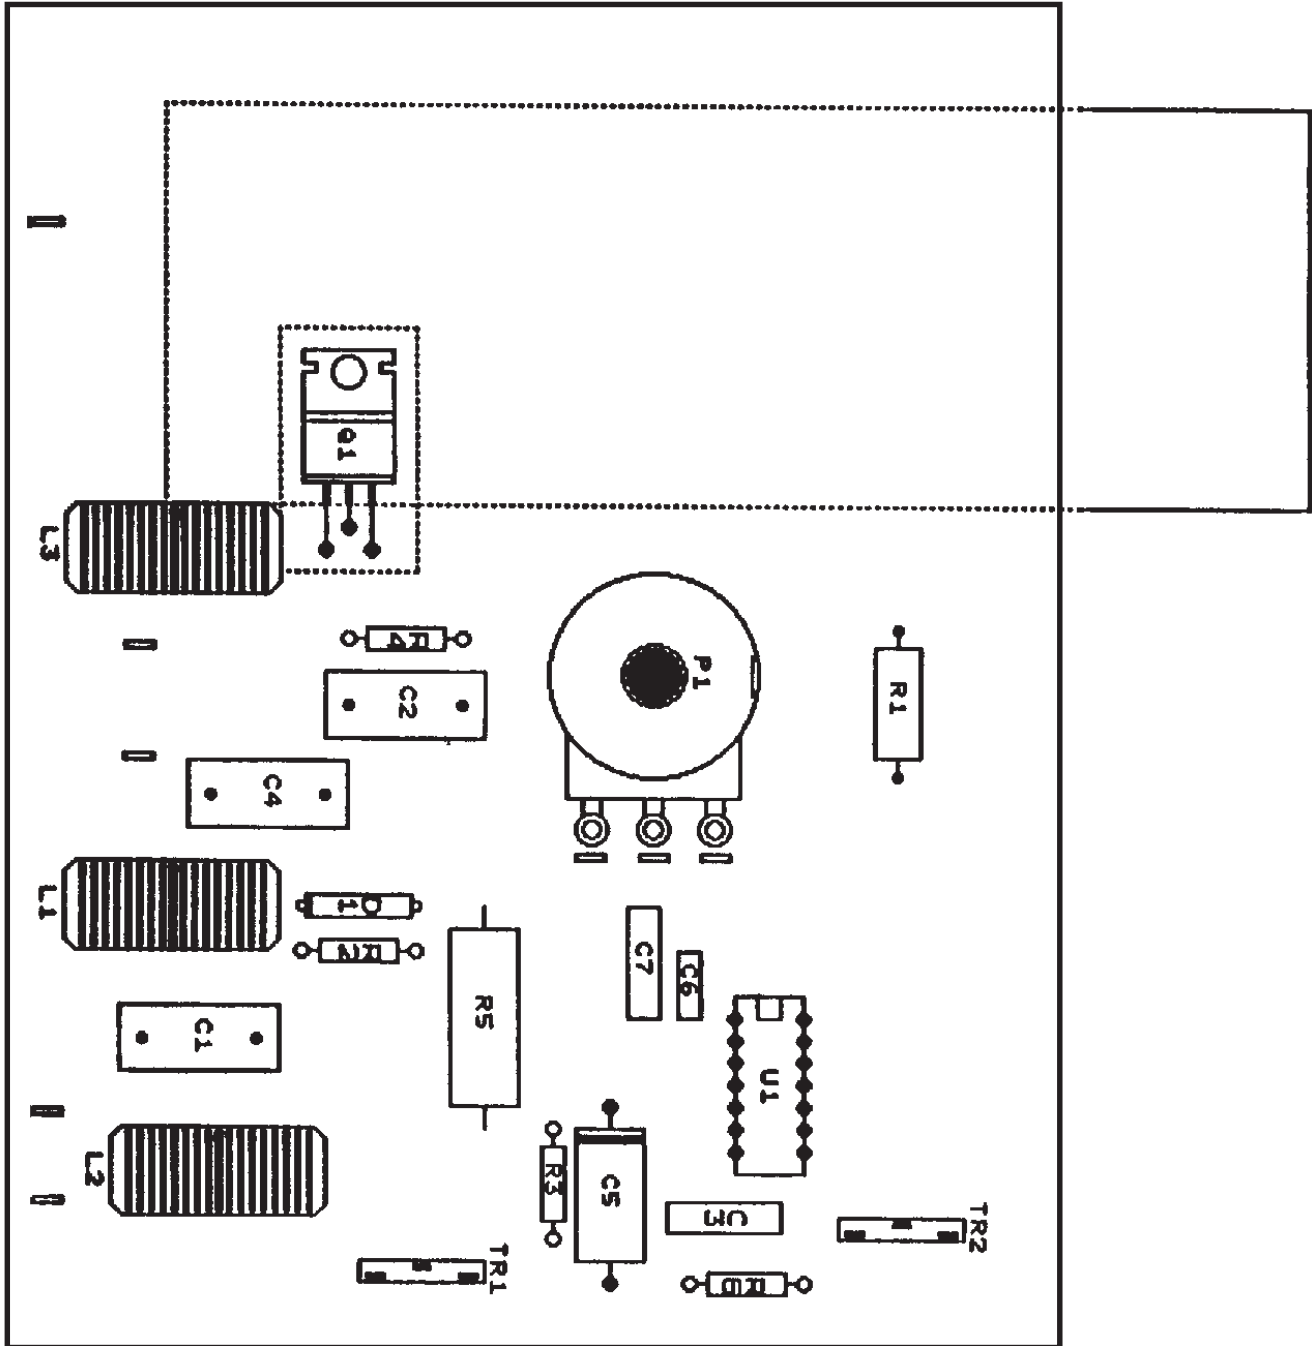

Рисунок 3
- ① Отвинтите четыре винта, соединяющие панель управления с основным блоком.
- ② На одном конце печатной платы находятся два настроечных потенциометра, обозначенные как TR1 и TR2 (см. рис. 3).
- ③ Установите TR1 и TR2 в среднее положение и переведите выключатель питания в положение «ON» (ВКЛ.).
- ④ Поверните ручку управления скоростью (P1) до конца против часовой стрелки («1») и поверните TR1 по часовой стрелке, пока двигатель не начнет плавно работать.
- ⑤ Поверните ручку управления скоростью до конца по часовой стрелке («6») и регулируйте TR2, пока двигатель не станет работать на максимальной скорости.
- ⑥ Замените панель управления.